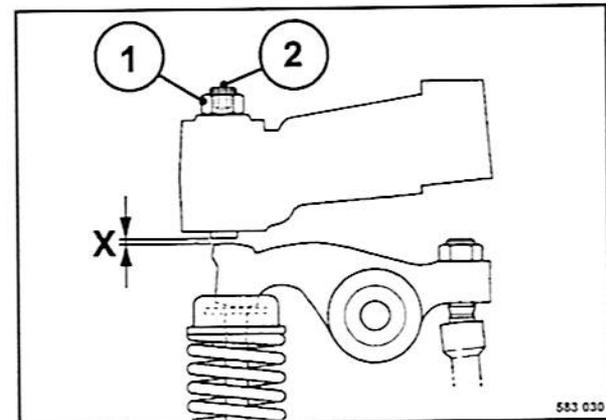

Fig. 172
- Soltar la contratuerca 1 (Fig. 172).
- Sostener el disco del ángulo de giro para que no se puede mover, y apretar la contratuerca 1 (Fig. 172).